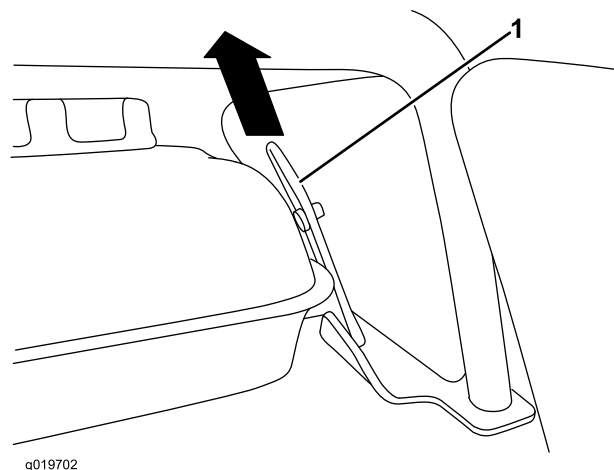

Figure 11
2. Déposer le réservoir d'eau du cadre en tirant le verrou élastique vers le haut (Figure 11).